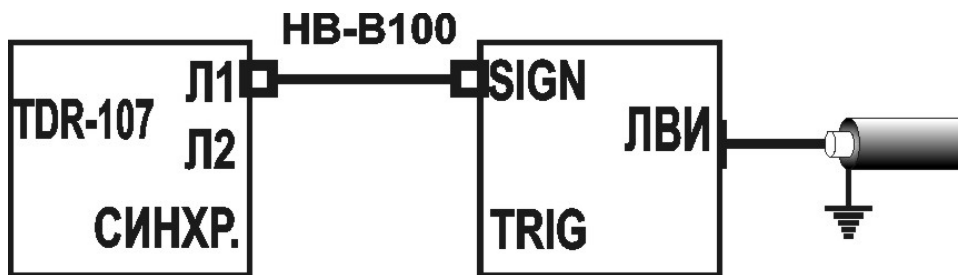
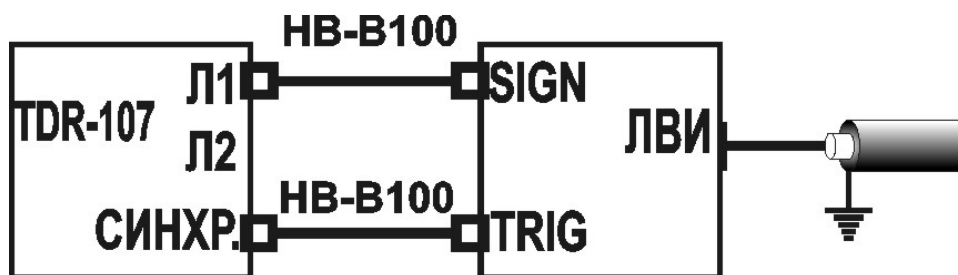

Рисунок 6-6 Схема соединения с ЛВИ: синхронизация по входу «Л1»
Рисунок 6-7 Схема соединения с ЛВИ: синхронизация по входу «СИНХР»
- подключите переходные кабели на задней панели прибора согласно рис. 6-6 или рис. 6-7;